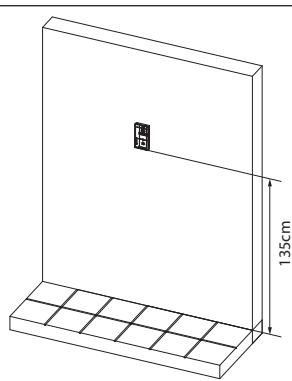
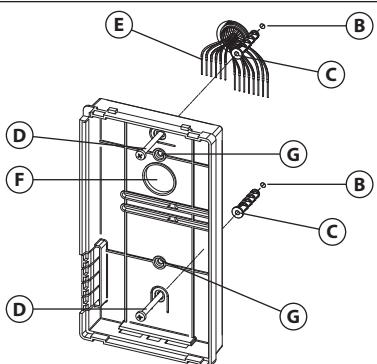

Fig. 5
Fig. 6
- Poser la base de l'interphone vidéo sur le mur à une hauteur de 135 cm environ (**Fig. 5**) du plancher fini et prendre les références pour les trous de fixation **B** (**Fig. 6**), en considérant que les conducteurs **E** (**Fig. 6**) doivent passer à travers l'ouverture **F** (**Fig. 6**). Si le boîtier encastrable 503 est utilisé pour la sortie murale des conducteurs, le murer en position verticale en laissant environ 140 cm entre la base et le plancher fini.
- En consultant la **Fig. 6**, réaliser les trous **B**, y insérer les chevilles à expansion **C** et fixer la base de l'interphone vidéo au mur à l'aide des vis **D** en prenant soin de passer les conducteurs **E** à travers la fente **F**. Si le boîtier encastrable 503 a été utilisé, fixer la base sur le mur par les trous **G** (lentement avec les languettes de fixation du 503) en utilisant les vis **D**.